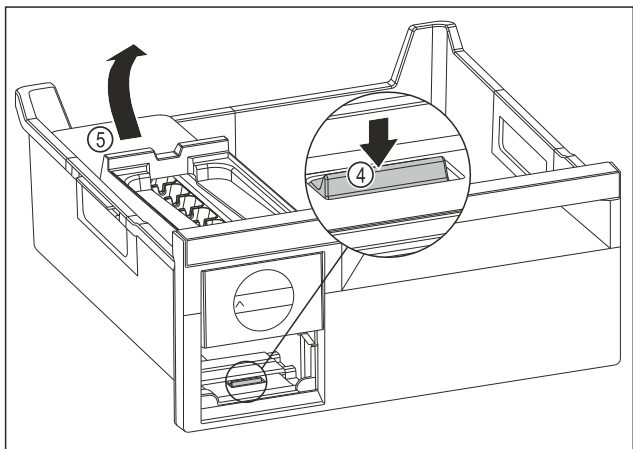

Fig. 136
- ▶ Извлеките корпус EasyTwist-Ice: Надавите пальцем вниз на накладку Fig. 136 (4) и одновременно другой рукой поднимите корпус EasyTwist-Ice Fig. 136 (5) сзади.